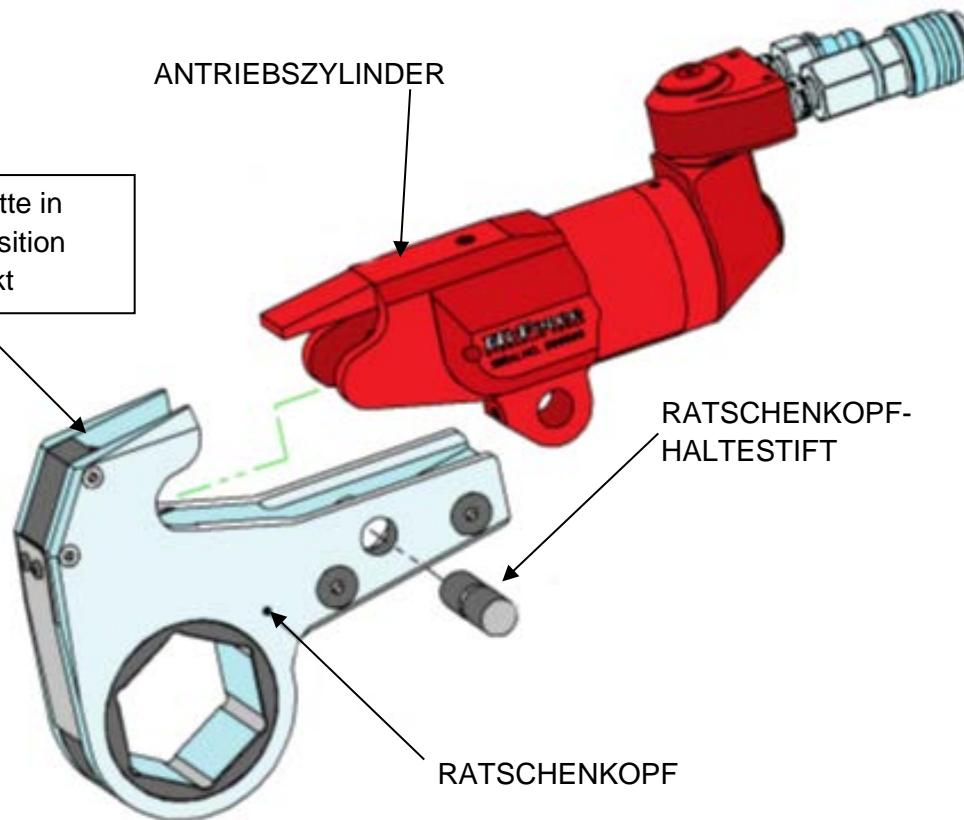

Abb. 3: Anbringen des Ratschenkopfes
5. Fügen Sie den ausgewählten Ratschenkopf mit dem Zylinder zusammen, indem Sie das Ende des Zylinders, das den Schwenkeinlässen gegenüberliegt, zwischen die Seitenbleche des Ratschenkopfes einführen. **Siehe Abbildung 3.**